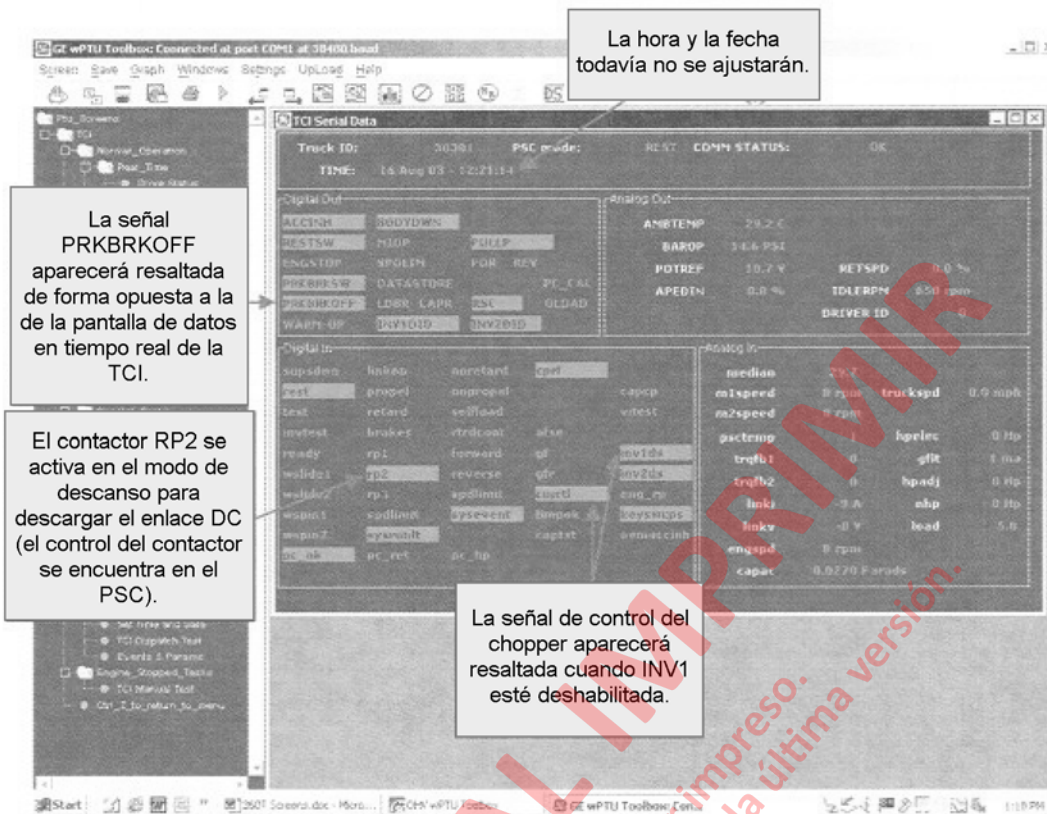

FIGURA 3-8. PANTALLA DE DATOS SERIALES DE LA TCI
- Verifique que los valores análogos y digitales sean similares a los del ejemplo de la Figura 3-8.